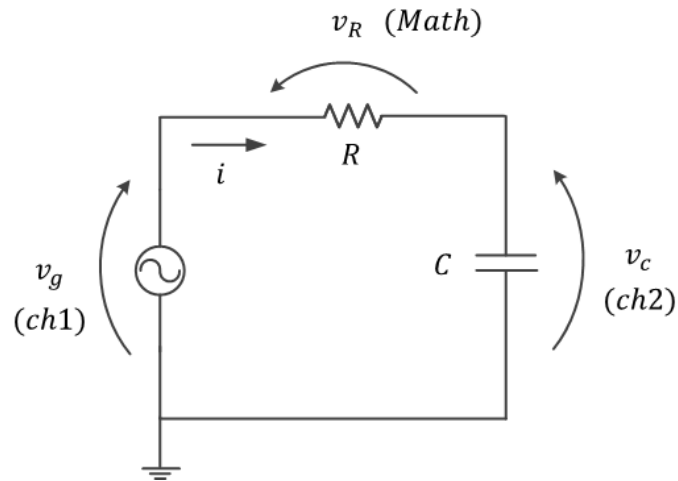

Figura 3 - Circuito RC
3.2 Monte um circuito RC conforme **Figura 3**. Escolha os componentes com os seguintes valores nominais: **R = 1 kΩ** e **C = 220 nF**. Meça os valores experimentais de **R** e **C** antes da montagem. Utilize o equipamento “**RLC meter**” para medição do capacitor **C** (em 1 kHz).
Refaça a montagem do circuito do item 3.2 (Figura 3) sendo os valores dos componentes iguais a $R = 1 \text{ k}\Omega$ e $C = 220 \text{ nF}$ (valores nominais).